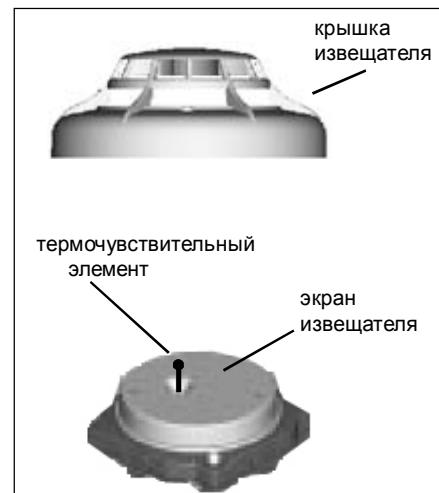

Рис. 3. Извещатель ИП101-23-А1Р со снятой крышкой
2. Снимите крышку извещателя (рис. 3), для чего при помощи отвертки с плоским шлицем осторожно ослабьте каждую из четырех защелок, которыедерживают плату извещателя внутри крышки.